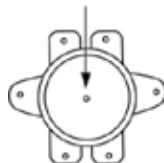

Рис. 9
- нажать до щелчка кнопку, расположенную по центру термовыключателя, который находится рядом с ТЭНом (имеет круглую форму), рис.9;